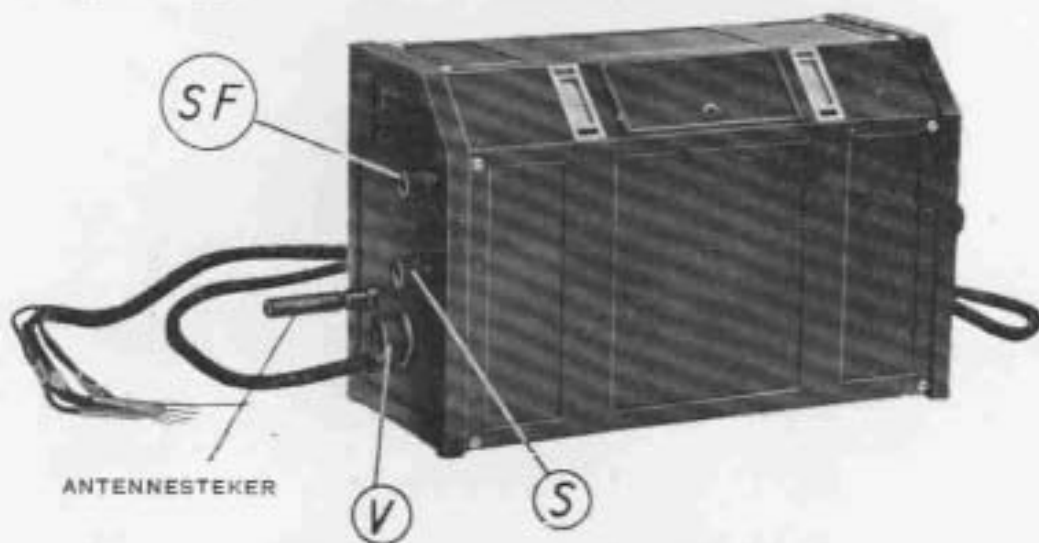
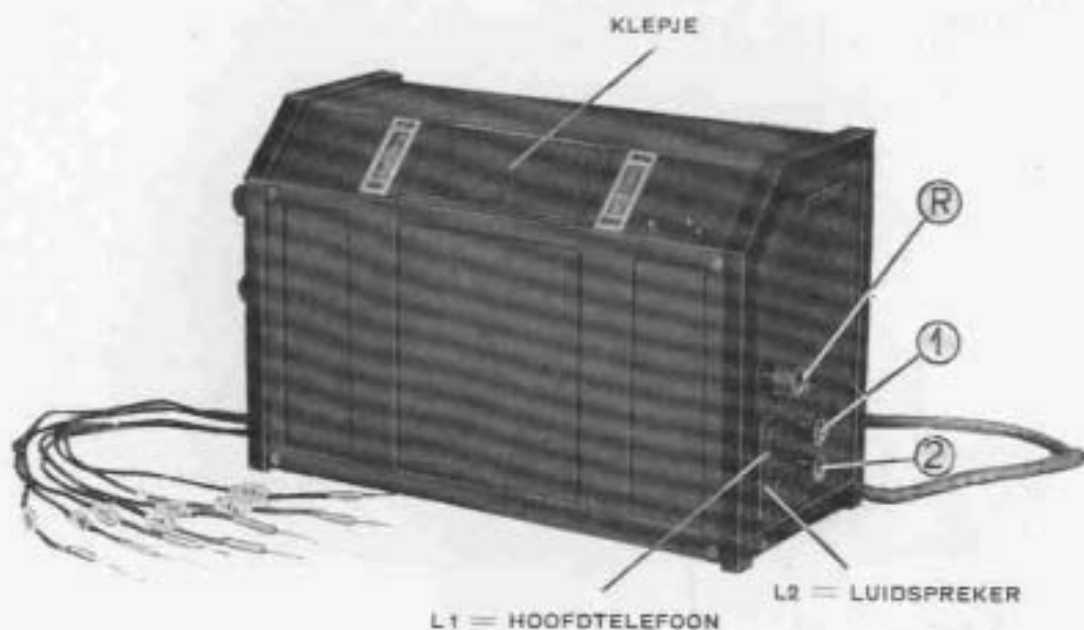

Fig. 9
Fig. 10
Vervolgens wordt de antenne met behulp van den medegeleverden specialen stecker links, de luidspreker of hoofdtelefoon rechts op het toestel aangesloten (zie fig. 9 resp. fig. 10) en wel:
- R = regelknop van den terugkoppelcondensator (fig. 10),
- 1 = schakelaar voor alle lampen (fig. 10); door dezen zoover mogelijk te draaien:
- 2 = schakelaar alleen voor de eindlamp (fig. 10); door dezen zoover mogelijk te draaien: